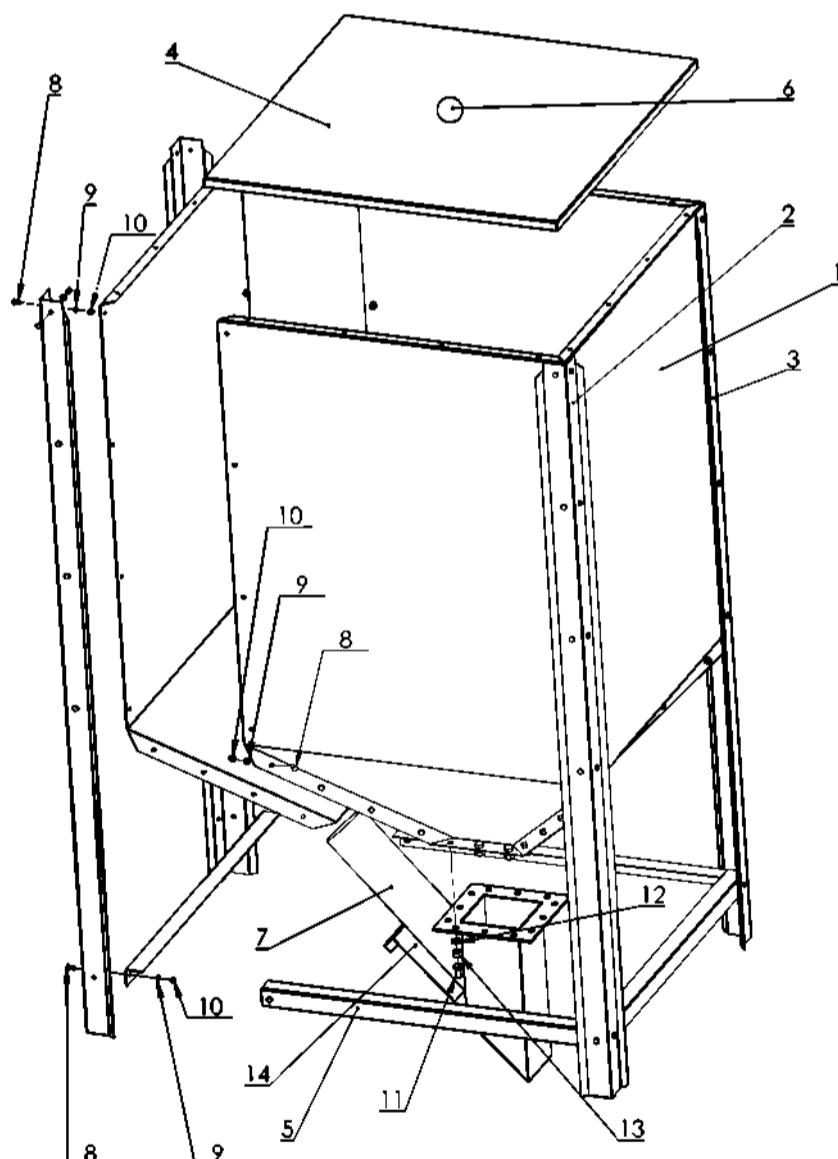

Рис. 15 Монтаж
12.3 Монтаж накопителя (рис. 15)
- Собрать боковые элементы (1), передние ноги (2), задние ноги (3) с помощью винтов M5 (8), подкладок M5 (9), гаек M5 (10).
- Привинтить кронштейны (5).
- Прикрутить к накопителю крепление питателя (7) с помощью винтов M8 (11), подкладок M8 (12), гаек M8 (13).
- Всунуть заглушку люка для чистки (14) для очистки крепления питателя (7).